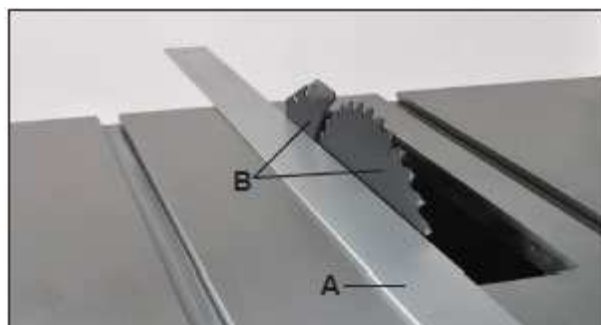

Рис. 25
4. Положить поперечную линейку (рис. 25, A) к левой стороне пильного диска (рис. 25, B), выровнять разделитель и проверить его совмещение с пильным диском.